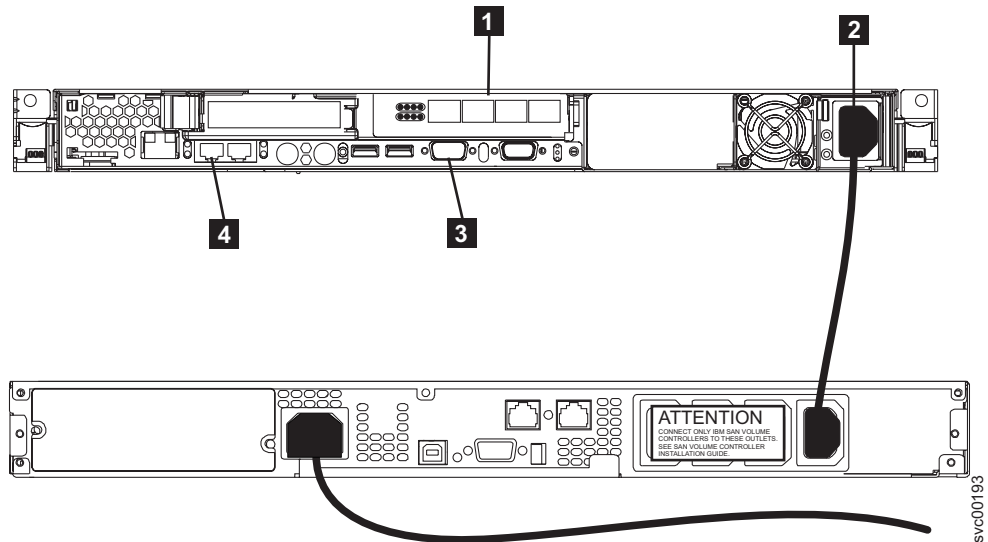

図1. SAN ボリューム・コントローラー 2145-8F4 および 2145 UPS-1U 用の電源ケーブルとシグナル・ソケット
2. 電源ケーブル **2** が 2145 UPS-1U のロード・セグメント・コンセントに差し込まれていることを確認します。また、2145 UPS-1U の電源ケーブルのもう一方の端が 2145 UPS-1U からラック内の配分点に接続されていることを確認します。 xxiv ページの図 1 は、SAN ボリューム・コントローラー 2145-8F4 および 2145 UPS-1U を示しています。